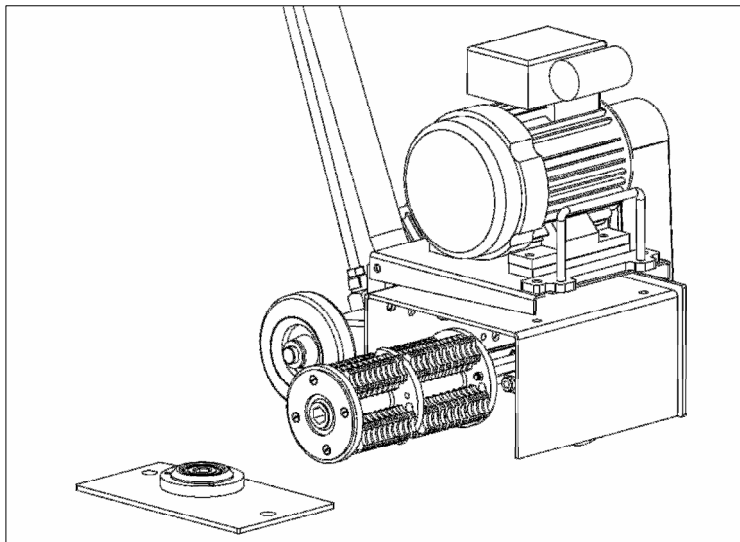

Fig. 7.2
- 2 Ziehen Sie den Fräskorb seitlich von der Antriebswelle herunter. (Fig. 7.2)